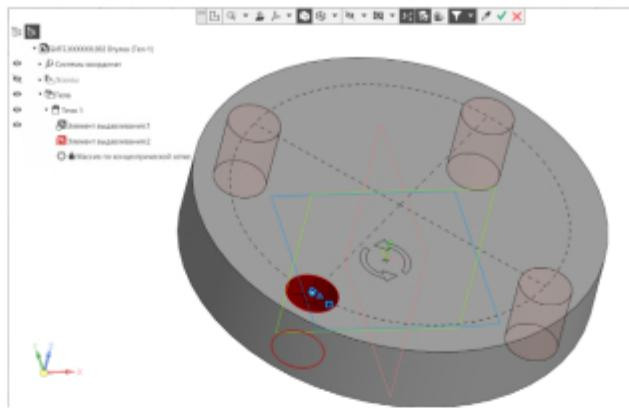

Рис. 17 Команда «Массив по концентрической сетке»
- Твердотельное моделирование – Массив, копирование – Массив по концентрической сетке.** Параметры операции: элемент массива – Элемент выдавливания 2 (отверстие); Ось массива – ось Z; количество элементов – 4; угол – 360° (рис. 17).